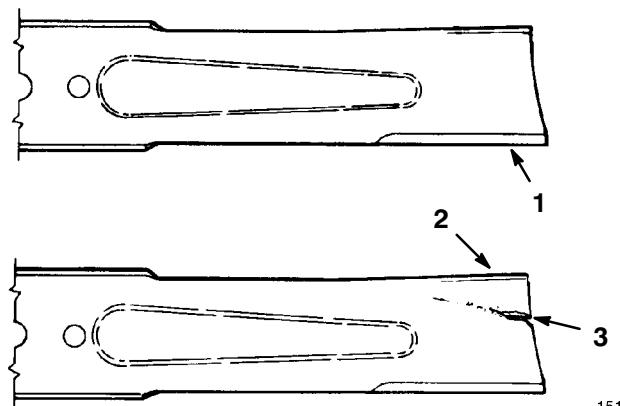

Bild 36
2. Untersuchen Sie die Schneidkanten (Bild 36). Bauen Sie, wenn die Kanten nicht scharf sind oder Kerben aufweisen, die Schnittmesser aus und schärfen sie. Siehe Schärfen der Schnittmesser, Seite 34.
3. Untersuchen Sie die Schnittmesser, insbesondere den gebogenen Bereich (Bild 36). Wenn Sie Schäden, Verschleiß oder Rillenbildung in diesem Bereich feststellen (Bild 36), muss sofort ein neues Schnittmesser eingebaut werden.